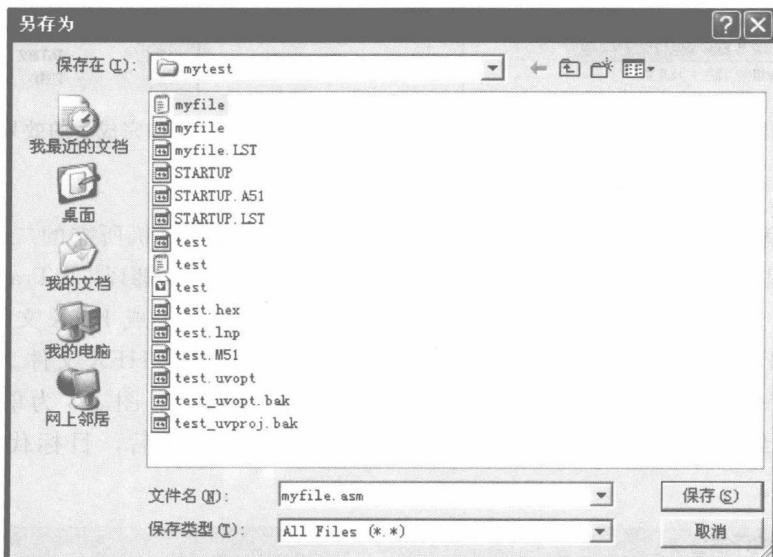

图 1-5 保存文件对话框
(3) 源程序文件的编译
- ① 新建文件。单击菜单命令“文件”→“新建”，建立一个新文件。
- ② 保存文件。单击菜单命令“文件”→“保存”，弹出保存文件对话框，如图 1-5 所示。文件保存位置选择“D:\mytest”文件夹，文件名输入“myfile.asm”。注意文件扩展名必须输入，用汇编语言编写的源程序，扩展名是“.asm”，用 C51 编写的源程序，扩展名是“.c”。